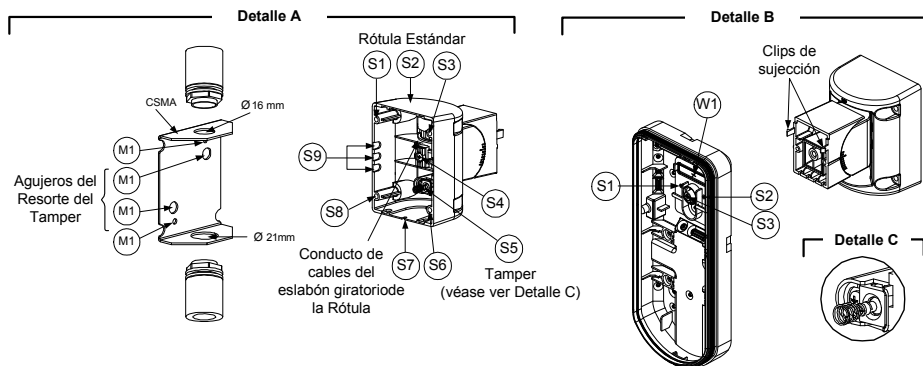

Figura 7
### Montaje del Conducto de la Rótula (usando el Adaptador de Conducto de Metal de la Rótula – CMSA) Figura 7, Detalle A)
- d. Inserte los cables externos y los cables del tamper desde el conducto a través del conducto de cables de la rótula (Figura 7, Detalle A).
El resorte del tamper S5 (Figura 7) debe hacer contacto con la pared a través de los agujeros de los resortes del tamper M2 o M3 en el CSMA. Asegúrese de oír el "Click" del tamper al conectar a la pared.
7. Inserte los cables del tamper y el cableado del cable externo a la Rótula a través del agujero pre-marcado W1 en la base externa (Figura 7, Detalle B).